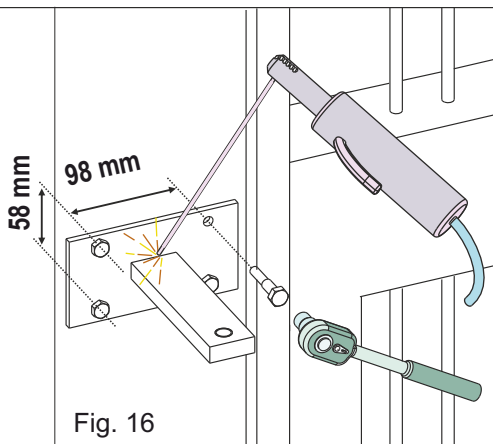

Fig. 16
- En fonction du type d'ouverture (*interne ou externe*) et de la rotation maximale du vantail désirées, l'étrier du support doit, d'abord, être coupée en respectant la cote «a» aux chapitres 6 ou 7 et puis soudée - Fig. 16